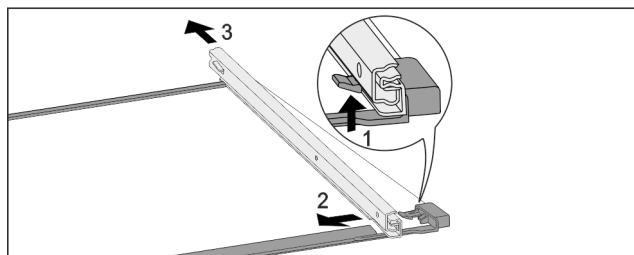

Fig. 65 Ripiano in vetro con guide
- Premere il gancio di fermo anteriore verso l'alto. Fig. 65 (1)
- Far scorrere la guida estraibile di lato Fig. 65 (2) e verso il lato posteriore Fig. 65 (3).